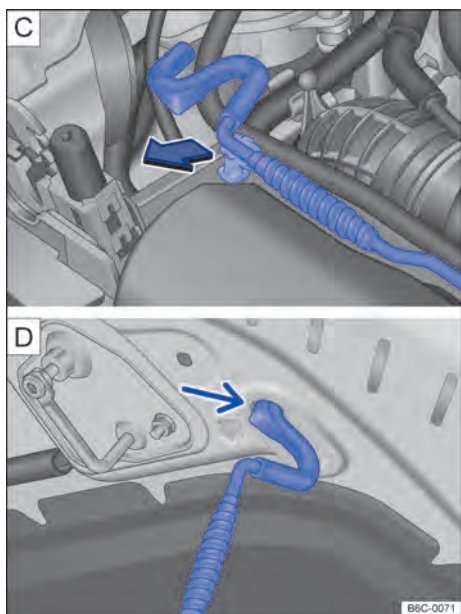

Fig. 182 [C] Haste de sustentação da tampa do compartimento do motor. [D] Tampa do compartimento do motor apoiada na haste de sustentação.
- Retirar a haste de sustentação do suporte no sentido da seta → Fig. 182 [C] e posicioná-la na abertura na tampa do compartimento do motor → Fig. 182 [D].
- Retirar a haste de sustentação do furo → Fig. 182 [D] e encaixá-la no suporte do fecho → Fig. 182 [C].